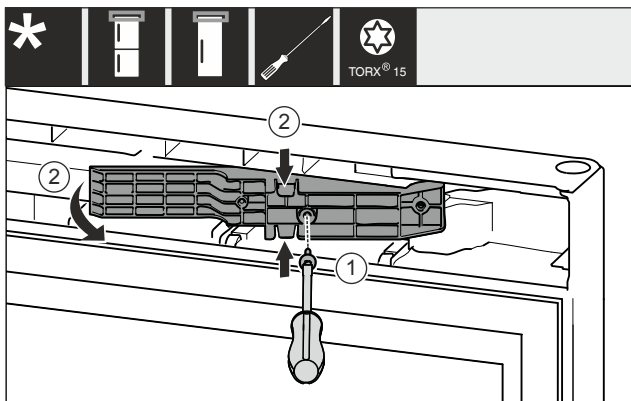

Fig. 12 \*
- ▶ Oldja ki a csavarokat a T15 csavarhúzóval. Fig. 12 (1)\*
- ▶ Húzza ki az illesztődarabot. Fig. 12 (2)\*